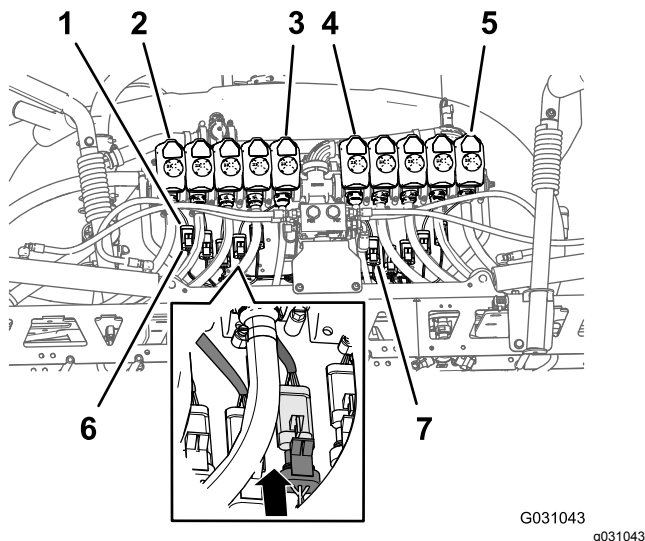

Figura 113
1. Enrute los conectores hembra de 3 vías de la rama de 218,4 cm del arnés de cables etiquetados **Nozzle Valve 1** (válvula de boquilla 1) a **Nozzle Valve 5** (válvula de boquilla 5) por detrás del soporte de 10 válvulas y por debajo de las válvulas 1 a 5 (**Figura 113**).
2. Enrute los conectores hembra de 3 vías de la rama de 218,4 cm del arnés de cables etiquetados **Nozzle Valve 6** (válvula de boquilla 6) a **Nozzle Valve 10** (válvula de boquilla 10) por detrás del soporte de 10 válvulas y por debajo de las válvulas 6 a 10 (**Figura 113**).
3. Conecte el conector hembra de 3 vías del arnés de cables trasero, etiquetado **Nozzle 1**, al conector de 3 pines del arnés de cables de la válvula de boquilla 1 (**Figura 113**).
4. Repita el paso 3 en las posiciones de válvula de boquilla 2 a 10 (**Figura 113**).